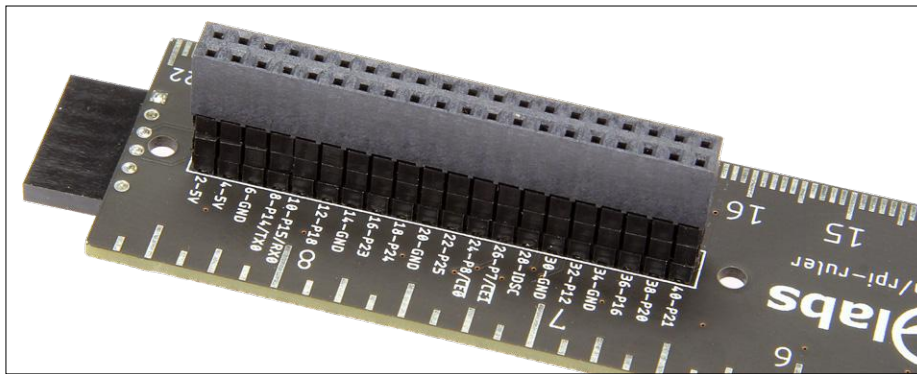

Figure 3. Pour un branchement sur un Raspberry Pi « normal », ce connecteur doit faire au moins 16 mm de haut.
- Utilisez une embase de 16 mm de haut (ou plus) comme connecteur d'extension pour le Raspberry Pi, car la règle doit passer par-dessus le connecteur USB du RPi (**fig. 3**). Cette remarque ne concerne pas le Raspberry Pi Zero qui n'a pas de connecteurs hauts.
Figure 3. Avec un mélangeur standard, des problèmes surviennent lorsque la fréquence LO est trop proche de la fréquence RF. Le signal de sortie franchit alors la limite de 0 Hz et son spectre est replié du continu à la moitié de la bande passante, ce qui écrase son contenu.
Que se passe-t-il si vous continuez à réduire la fréquence LO, en la rapprochant encore de F_{RF} ? Une partie du spectre FI passera dans des fréquences... inférieures à 0 Hz. Malheureusement, les fréquences négatives n'existent pas, donc ce spectre sera « replié » du côté des fréquences positives. Continuez et réglez F_{LO} exactement à la fréquence F_{RF} . Le signal FI sera alors théoriquement centré sur $F_{FI} = F_{LO} - F_{RF} = 0$ Hz. La bande occupée sera de 0 Hz à $BW/2 = 10$ MHz... et le signal sera complètement inexploitable puisque les deux parties du spectre seront repliées l'une sur l'autre (**fig. 3**). Donc tout ça ne sert à rien ? Détrompez-vous ! Il y a même un nom pour une telle architecture où l'oscillateur local est calé sur la fréquence du signal RF : on parle d'architecture « zero-IF ». Il doit donc y avoir une astuce pour éviter ce problème de repliement de spectre...